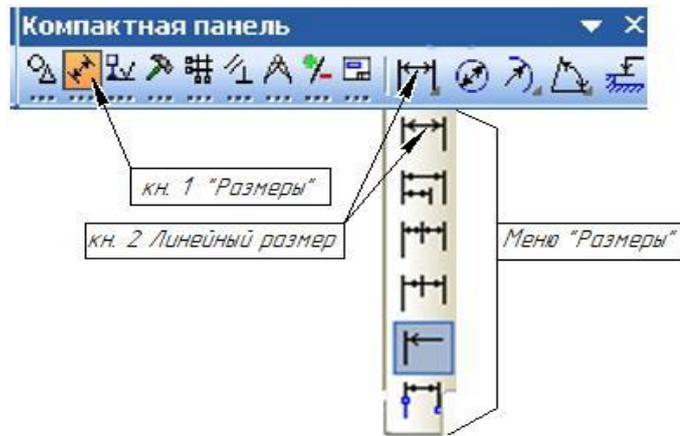

Рисунок 4 - Выбор линейного размера
Для нанесения линейного размера в чертёж, на компактной панели нажать кнопку *Размеры* → *Линейный размер* (рисунок 4).
- Щелкнуть на кнопке линейный размер (кн. 2, рисунок 4).